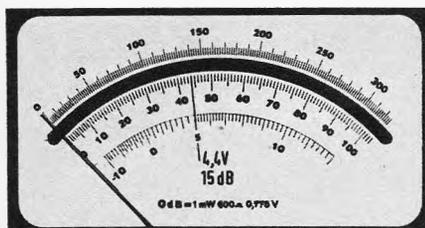

Bild 5. Der Spannung 4 V (Meßbereich 10 V nach Bild 3) entspricht der Spannungspegel $p = +15$ dB
3. Im Meßbereich 10 V werden 4,4 V abgelesen. Der zugehörige dB-Wert beträgt +15 dB (Bild 5).